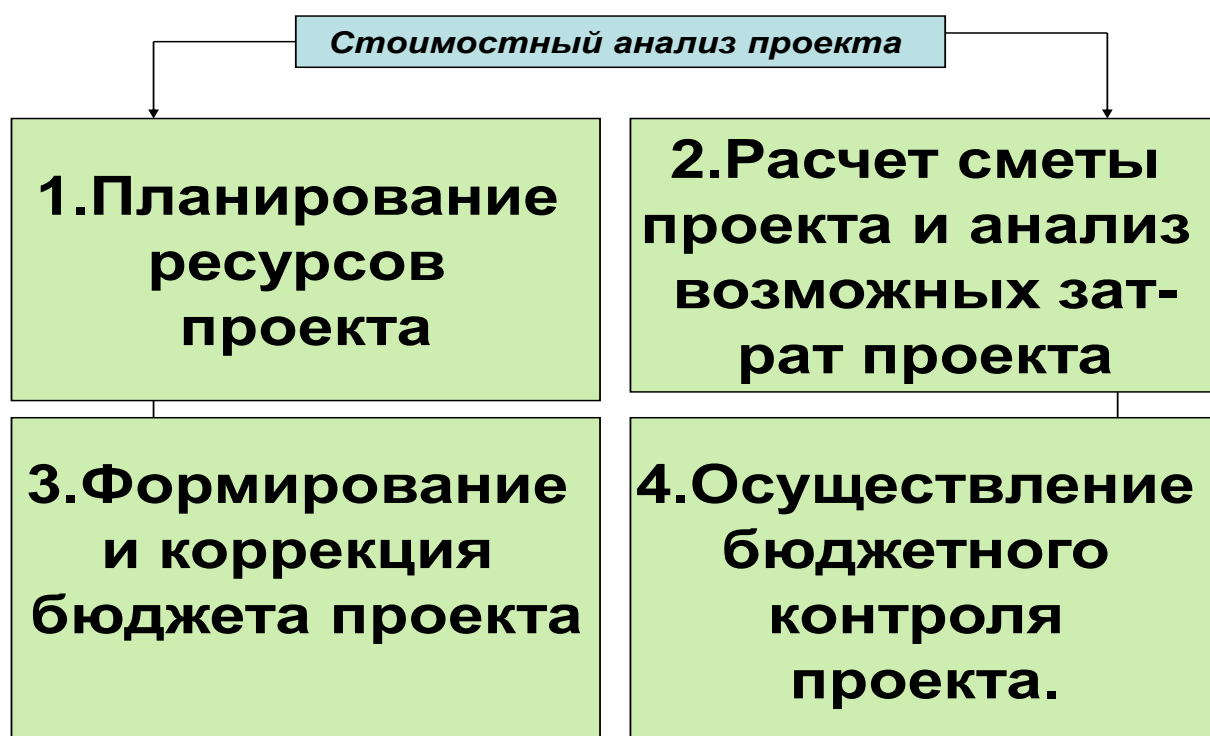

Рис. 26. Стоимостной анализ проекта
*Стоимостный анализ проекта* осуществляется в соответствии со стадиями управления проектом и состоит из четырех основных подразделов (см. рис. 26):